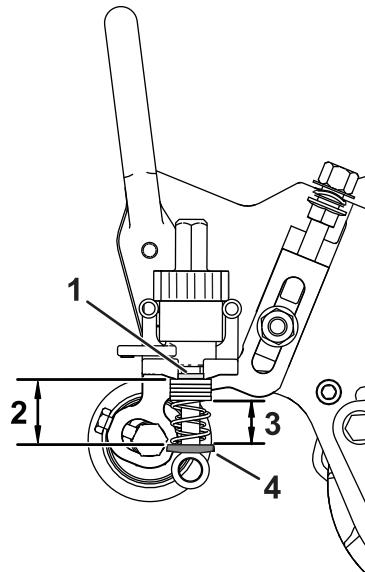

Figure 16
4. Mesurez la distance entre les rondelles (longueur actuelle du ressort), comme montré à la Figure 16.